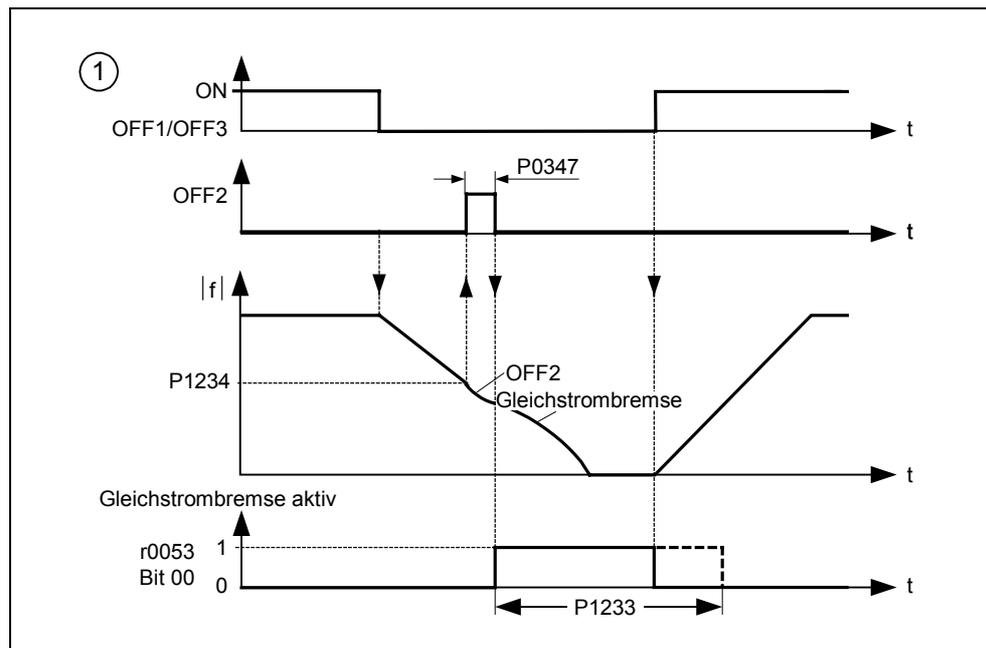

Bild 3-52 DC-Bremse nach AUS1 / AUS3
2. Aktivierung der DC-Bremse mit dem AUS1- oder AUS3-Befehl (siehe Bild 3-52)